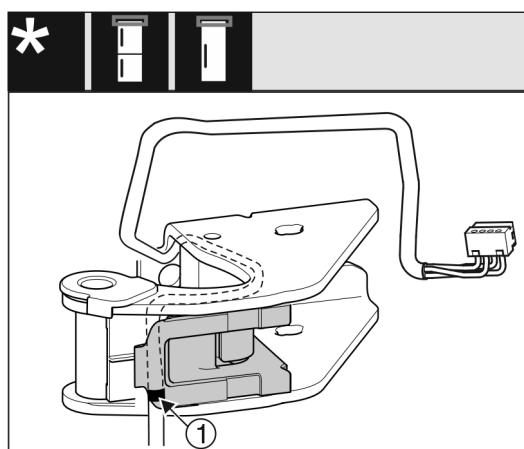

Fig. 28
- ▷ Stredná značka sa pritom musí nachádzať na hrane držiaka kábla Fig. 28 (1).